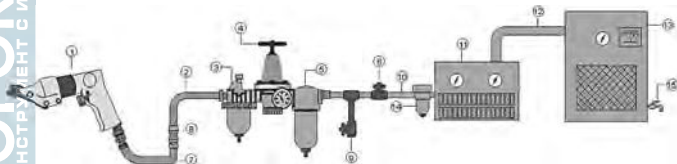

Рисунок 3 – Пневматическая схема подключения
4. Производите очистку воздушного фильтра каждую неделю. Рекомендованная схема подключения приведена на рис. 3.